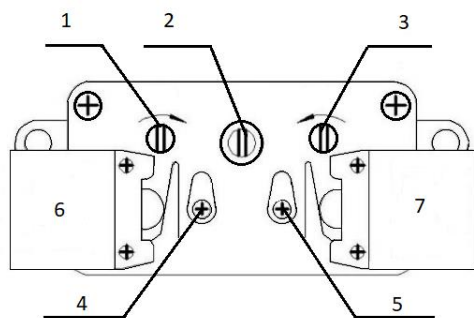

Рис.2
- перевести механизм управления ходом в сервисный режим, утопив и повернув по часовой стрелке винт сервисного режима 2 (рис. 2). Винт 2 должен остаться в нажатом положении;
- вращать винт настройки положения закрыто 1 (рис. 2) в направлении, указанном стрелкой на блоке механизма управления ходом. При вращении настроечного винта происходит перемещение кулачка положения закрыто;
- при срабатывании контакта концевого выключателя 7 (рис. 2) прекратить вращение настроечного винта. Для точной настройки положения арматуры необходимо зафиксировать момент перехода кулачка в положение, при котором срабатывает концевой выключатель;
- вращать винт настройки положения открыто 3 (рис. 2) в направлении, указанном стрелкой на блоке механизма управления ходом. При вращении настроечного винта происходит перемещение кулачка положения открыто;
- при срабатывании контакта концевого выключателя 8 (рис. 2) прекратить вращение настроечного винта. Для точной настройки положения арматуры необходимо зафиксировать момент перехода кулачка в положение, при котором срабатывает концевой выключатель;